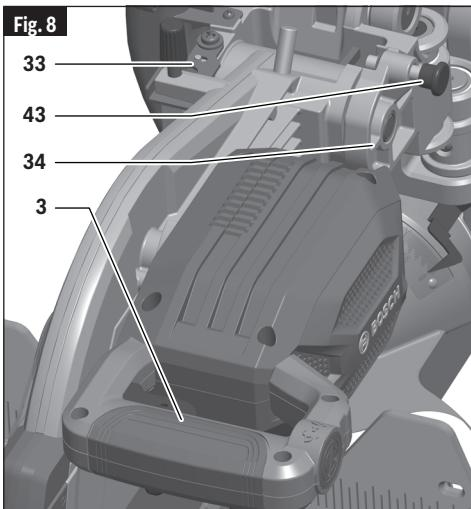

Fig. 8
3. Tout en appuyant sur la tête de la scie et en la maintenant enfoncée, appuyez sur le goujon de verrouillage de l'ensemble de tête. Relâchez l'ensemble de tête. La tête est maintenant verrouillée en position abaissée (voir Fig. 8).